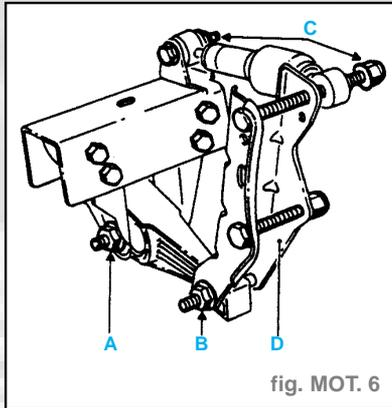

fig. MOT. 6
- Dévisser, sans le déposer, le boulon (A) et déposer le boulon (B) de la biellette de reprise de couple (fig. MOT. 6).
- Déposer le vérin amortisseur (2 vis C) ainsi que le support AR (D) de la boîte de vitesses (fig. MOT. 6).